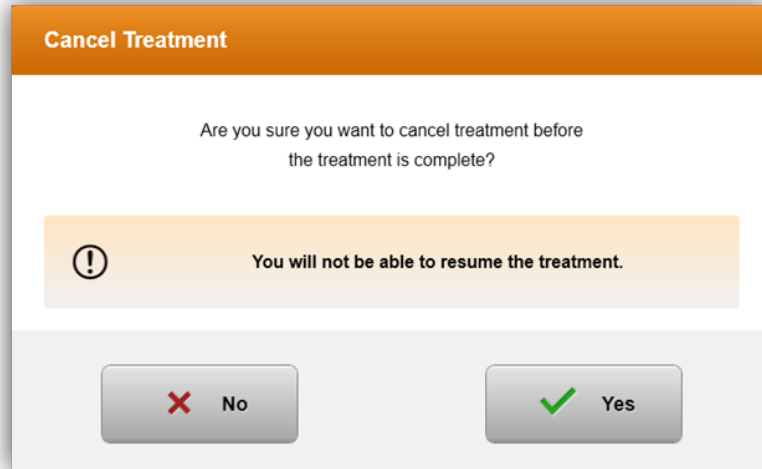

Figura 3-29. Confirmar la cancelación del tratamiento parcial (Confirm Cancel Partial Treatment)
- Cuando se seleccione “Cancelar tratamiento” (Cancel treatment) a mitad de tratamiento, aparecerá un mensaje de advertencia emergente, tal como se muestra en la figura 3-29.